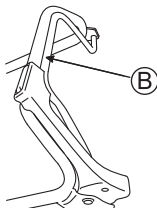

Fig. 18
4. Poussez le levier d'embrayage (B) vers l'avant pour commencer à tondre. (Voir Fig. 18)